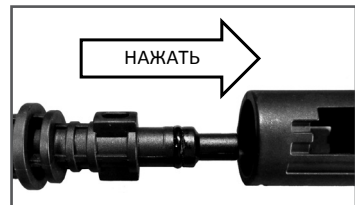

Рис. 6 Подсоединение струйной трубки к пистолету
5. Подсоедините струйную трубку к пистолету. Для этого соедините выступы на струйной трубке с пазами в пистолете, нажмите на трубку и поверните ее по часовой стрелке до плотной фиксации трубки в пистолете (Рис. 6).